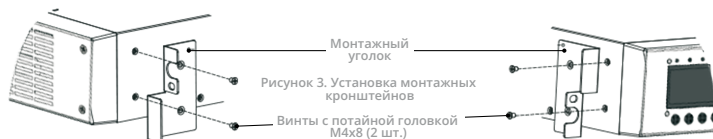

Рисунок 3.1. Установка монтажных уголков
1. Установить ИБП на ровную и твёрдую поверхность, чтобы передняя часть устройства была расположена перед пользователем. Установить монтажные уголки на крепёжные отверстия с каждой стороны ИБП и закрепить их винтами с потайной головкой М4х8 из комплекта поставки (см. Рис. 3.1).